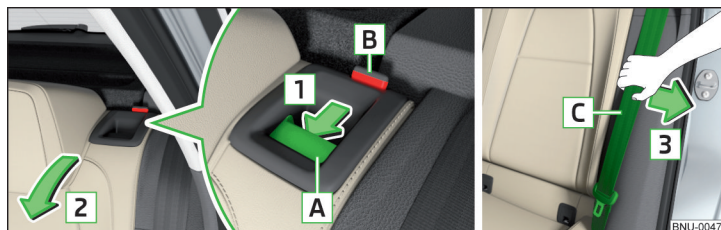

Fig. 83 Plegar el respaldo / Introducir el cinturón en la apertura en el revestimiento lateral
- Presionar el tirador de desbloqueo **A** en el sentido de la flecha **1** y abatir hacia delante el respaldo en el sentido de la flecha **2** » fig. 83.
- Tirar el cinturón externo de seguridad **C** hacia el revestimiento lateral en el sentido de la flecha **3** » fig. 83.